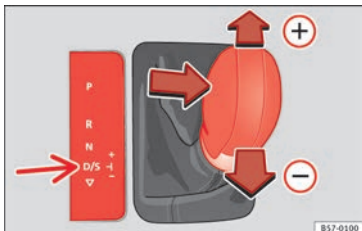

Fig. 182 Consola central: cambiar con tiptronic.
- Tire de la palanca selectora hacia adelante (+) para insertar una marcha superior »» **fig. 182**.